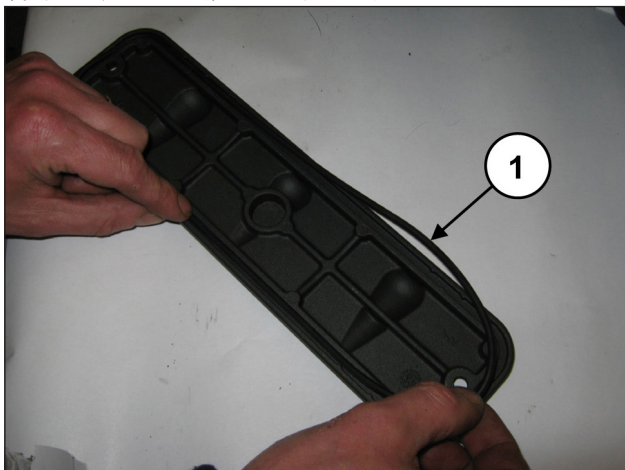
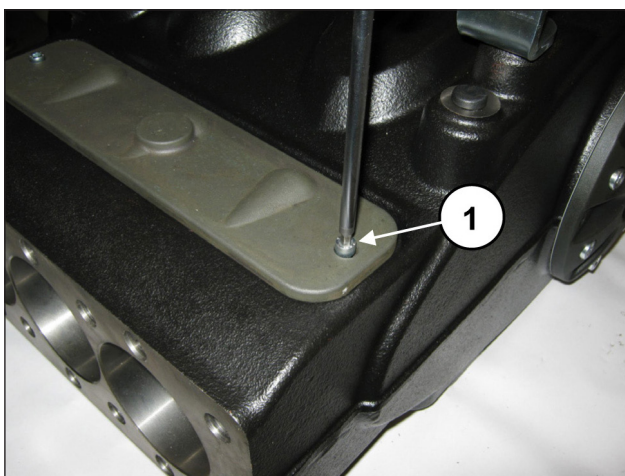

图 160
图 161
在检测盖上插入O形圈(位置①, 图 160)并安装检测盖, 可使用2+2螺丝M6x14(位置②, 图 161)。